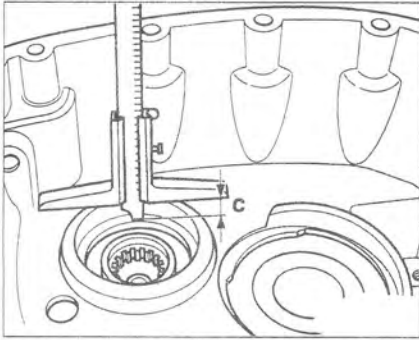

Рис. 5.84. Определите расстояние «с» от верхнего края к седлу подшипника в корпусе коробки передач.
3. Определите расстояние «с» от верхнего края к седлу подшипника в корпусе коробки передач (рис. 5.84).